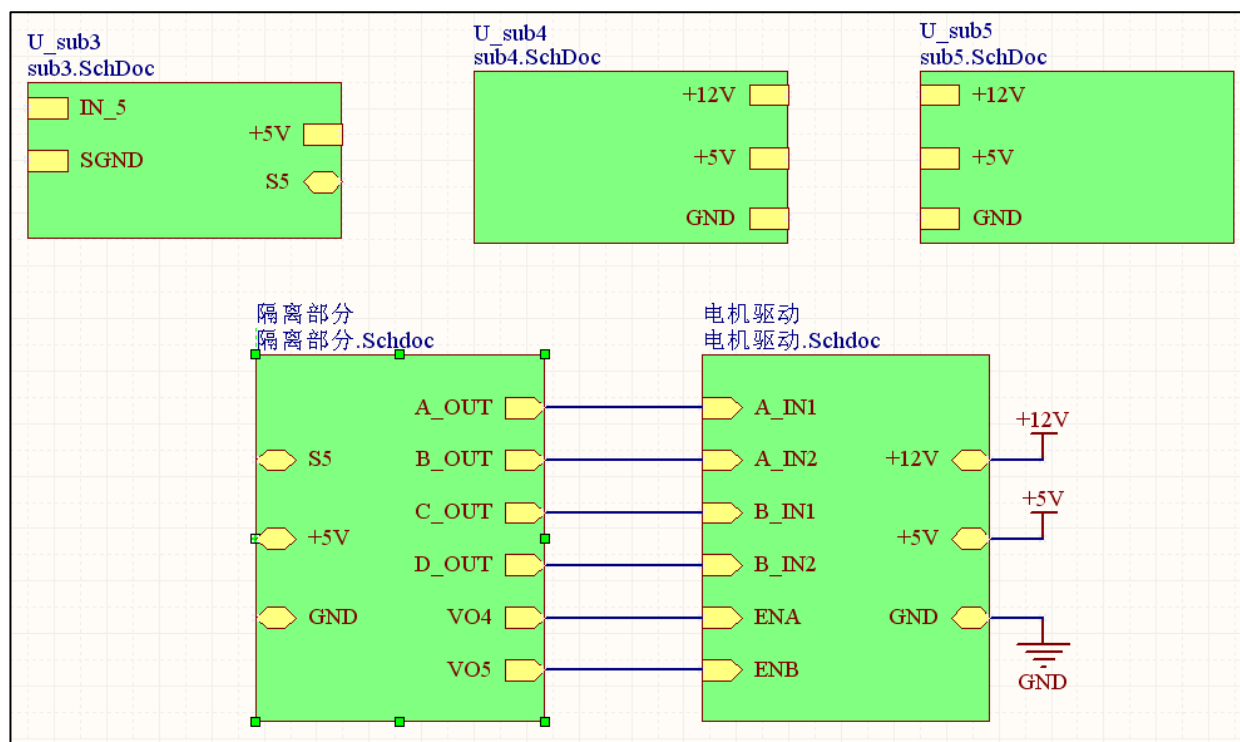

图11-28 上层方块库
5. 完成子图3、子图4、子图5的方块图，如图11-28所示。